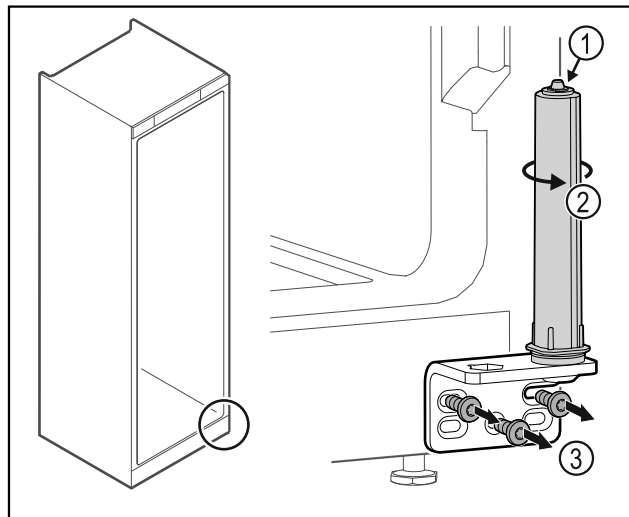

Fig. 18
- ▶ Dørlukkesystemet må ikke tas fra hverandre Fig. 18 (1).
- ▶ Drei på lukkesystemet Fig. 18 (2) til det sier klink.
- ▶ Skru av hengselvinkelen Fig. 18 (3).